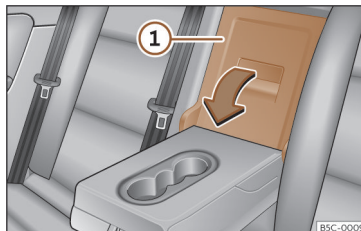

Fig. 175 No encosto do banco traseiro: abertura da tampa.
- Puxe a alavanca de desbloqueio no sentido da seta e rebata completamente a tampa >>> **Fig. 175** ① para a frente.